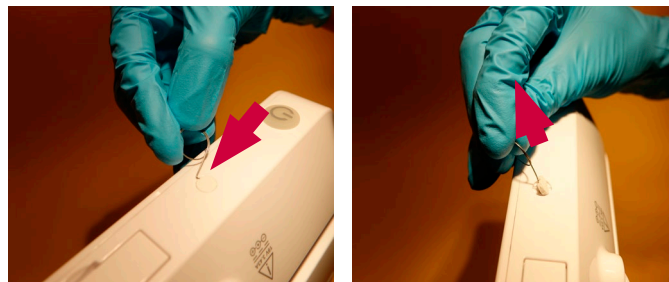

Figure 5 - Retrait du cache-vis
d) Retirer les cache-vis arrondis de chaque côté de l'écran (Figure 5)